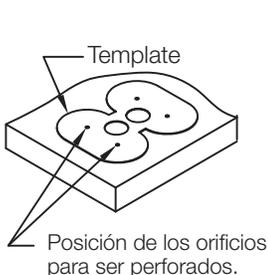

Figura 1
1. Coloque la plantilla en la posición deseada en la superficie de trabajo. Verifique que no haya estructura de soporte o cajones debajo de este. Taladre el primer orificio piloto de 1/8 ", inserte un orificio guía de 1/8", inserte un pasador de 1/8 " (se recomienda un clavo n.º 8) en el orificio para que la plantilla no se mueva y taladre el segundo orificio piloto. segundo pasador (clavo) de 1/8 " en este orificio antes de taladrar los orificios guía restantes (Figura 1).